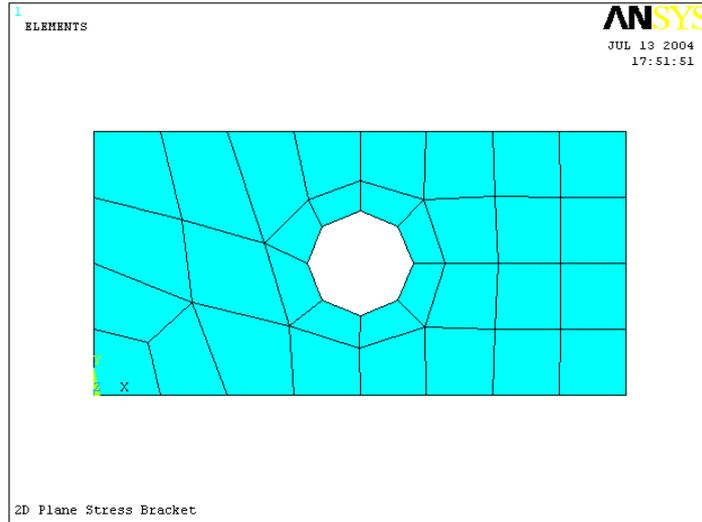

图1.37 网格划分结果
(4) 接着在【Element Size on Picked Lines】对话框中，将【No. of element divisions】输入框设为【2】，其它留空，并单击【OK】按钮。
(5) 单击 **Main Menu>Preprocessor>Meshing>Mesh>Areas>Free** 菜单，弹出实体拾取对话框，然后单击对话框上的【PickAll】按钮，程序即开始进行网格划分。最后形成如图 1.37 所示的网格图形。
(6) 单击工具栏中的【SAVE_DB】按钮存盘。